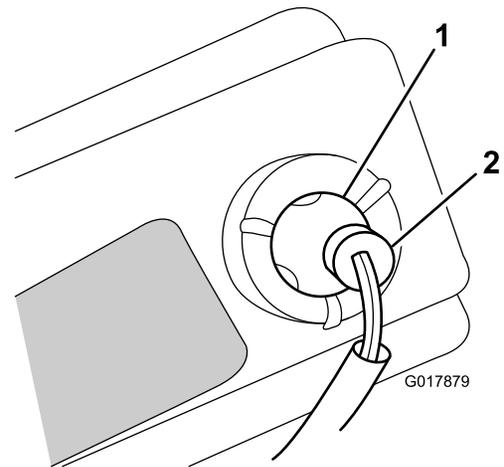

Figure 31
6. Sortez la douille (Figure 31).